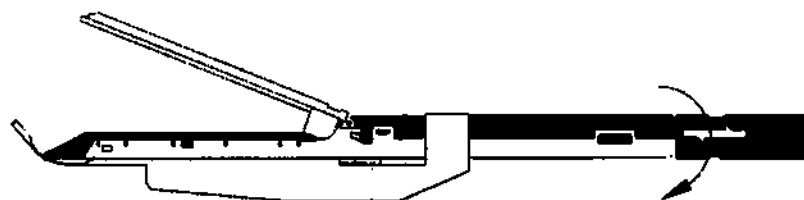

Рис. 4
1.3 Соберите степлер с подходящей сменной кассетой, вставьте сочлененный шарнирный шток в сменную кассету. Убедитесь, что знак совмещения LOAD (загрузки) (J1) на перезаряжающем устройстве и знак совмещения LOAD (загрузки) (J2) на внутреннем стержне ствола степлера совмещены (Рис. 7). Нажмите на сменную кассету и поверните степлер по часовой стрелке на 45°, пока не услышите щелчок, указывающий, что сменная кассета находится в заблокированном положении. В это время знак совмещения LOAD (загрузки) (J2) на внутреннем стержне ствола степлера и знак совмещения LOAD (загрузки) (J1) на сменной кассете совмещены. В этот момент LOAD (загрузка) на стволе (J2) совмещена с LOAD (загрузка) на сменной кассете (Рисунок 4).